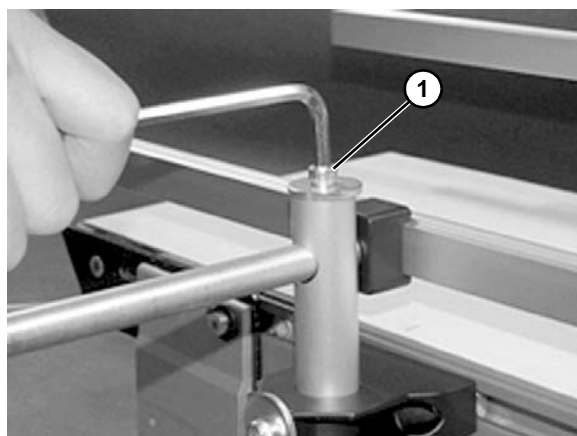

Figura 41
6. Ajuste el ancho del raíl con el tornillo superior (Figura 41, artículo 1).